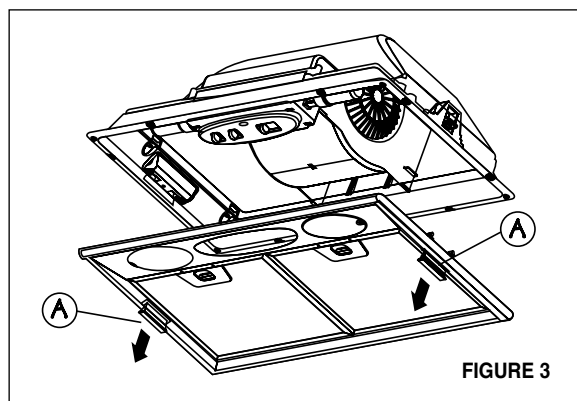

FIGURE 3
3. Retirer le bas de la hotte en tirant sur les pattes grises (**A de la FIGURE 3**) qui se trouvent sur les deux côtés.
6. Replacer le bas de la hotte et appuyer sur les pattes grises (**A de la FIGURE 3**).